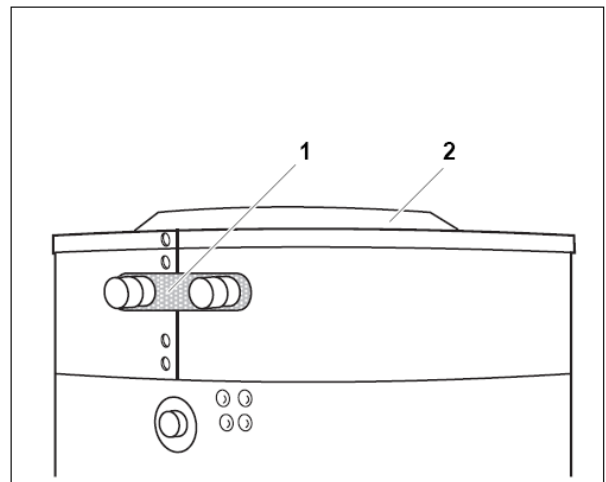

Рис. 6
- Установити зверху покрішку бойлера (Рис. 6, Поз. 2) та закріпити по краю периметра бляшаного облицювання трьома гвинтами-саморізами.
- Установити м'якопінну вставку (Рис. 6, Поз. 1) для теплоізоляції прямого та зворотного трубопроводів грійочого середовища.